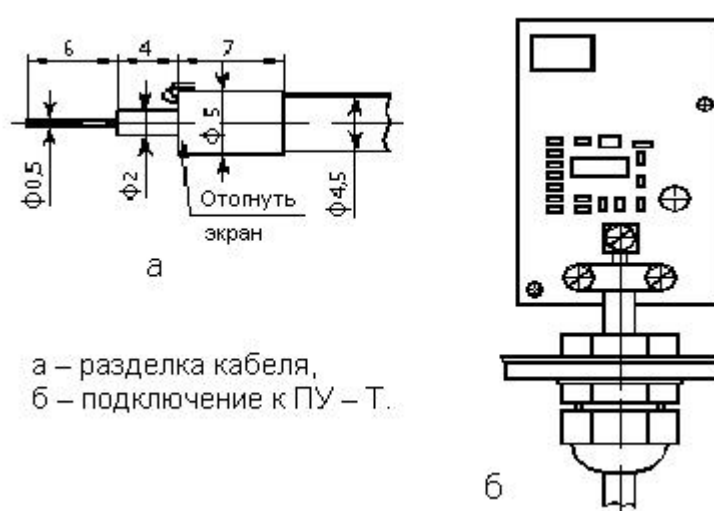

Рис.3.11. Подключение ТД
Произвести подключение кабеля к ПУ-Т в соответствии с рис. 3.11, для этого:
- произвести разделку концов в соответствии с рис.3.11а;
- вставить и закрепить разделанный конец в зажимы на модуле так, чтобы скоба плотно зажимала экран кабеля, а центральная жила была зажата винтом клеммника в соответствии с рис.3.11 б;